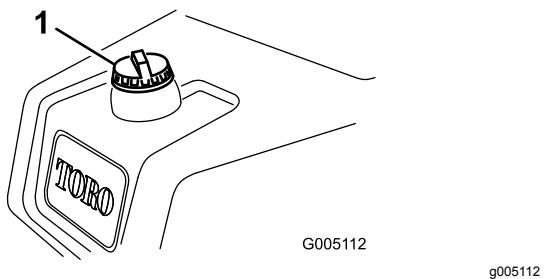

図 24
1. 燃料キャップの周囲をきれいに拭いてキャップを外す図 24。